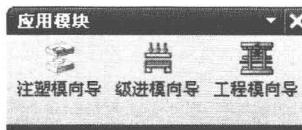

图 1-4 【应用模块】工具条
- 1 在启动 NX 软件后，没有打开任何零件的情况下，在 NX 的工具条区域单击右键，在弹出的快捷菜单中选择应用 (Application) 命令，此时屏幕上显示如图 1-4 所